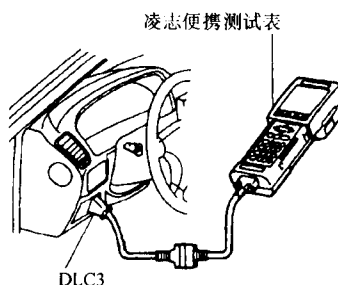

图 9 连接测试工具——1MZ-FE 发动机
2) 将 Lexus(凌志)便携式测试装置或 OBD II 扫描仪接到数据传输连接接口 3 上(图 9)。